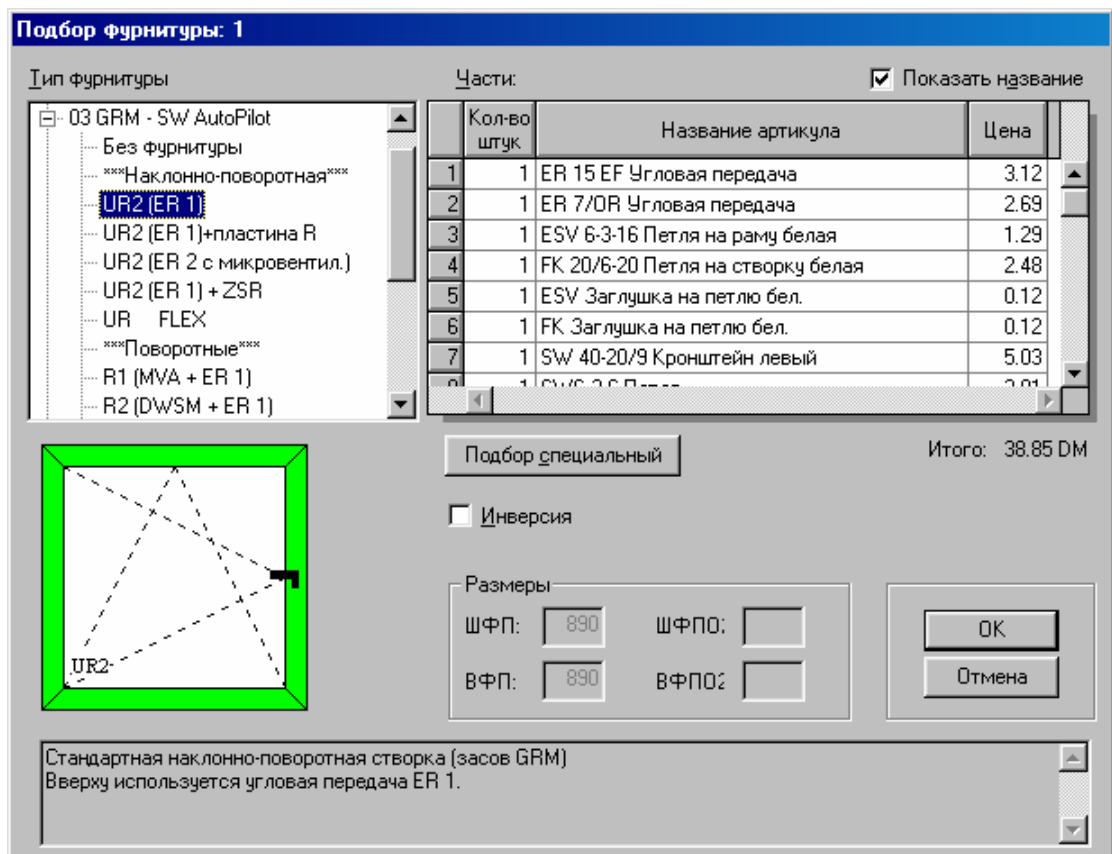

Рисунок 17. Вид диалогового окна подбора фурнитуры.
6. Далее осуществим для нашей конструкции подбор фурнитуры. Выберем инструмент . Кликнем в рабочем пространстве конструкции. Откроется диалоговое окно «Подбор фурнитуры» (рис.17).
В левой верхней части окна «Подбор фурнитуры» (рис.17) находится окно «Тип фурнитуры». В нём можно выбрать необходимый тип фурнитуры, кликнув на нём. Если Вас не устраивает